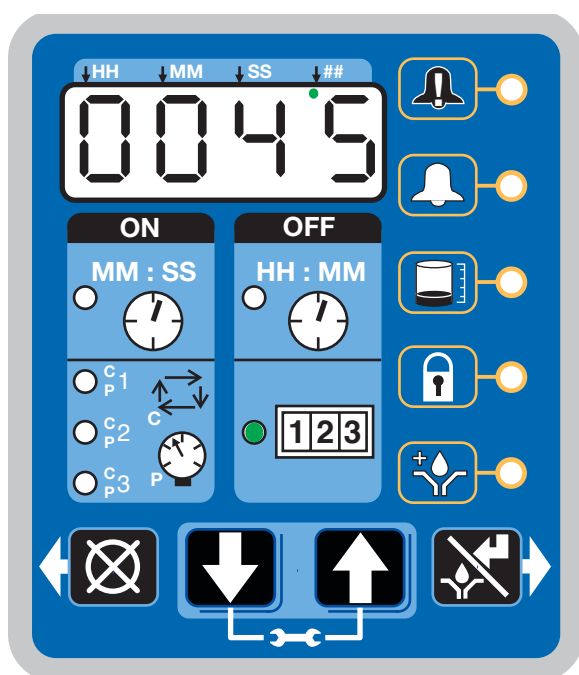

FIG. 53
- Se enciende el LED junto a 1-2-3 (FIG. 53).
El ejemplo indicado en la FIG. 53 muestra que el número restante de recuentos de máquina es 0045.